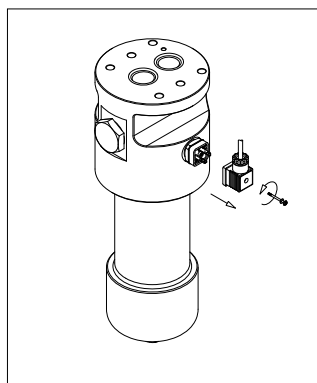

fig. 13
- (Fig. 13) Rimuovere il connettore dell'indicatore differenziale svitando la vite centrale (solo per gli indicatori elettrici)
- Per il montaggio/smontaggio dell'indicatore e del connettore fare riferimento al paragrafo "Sostituzione indicatore" sopra (Fig. 13÷16)